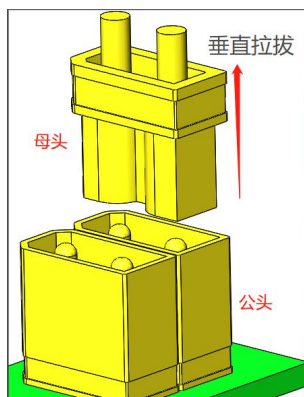
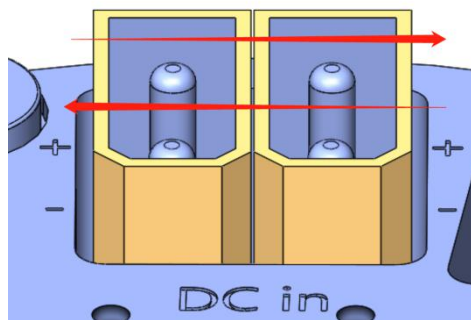

图 5-5 正确插拔方向为垂直方向
图 5-6 请勿左右摇晃电源端子
1、在连接或拔出电源插头时，请在垂直方向对电源端子母头进行插拔（如图 5-5 所示）。电源端子公头能承受的垂直方向拉力极限约为 170N，能承受的水平方向拉力极限约为 0.4Nm。任何时候请勿左右摇晃电源端子（如图 5-6 所示），晃动容易导致电源端子脱落。